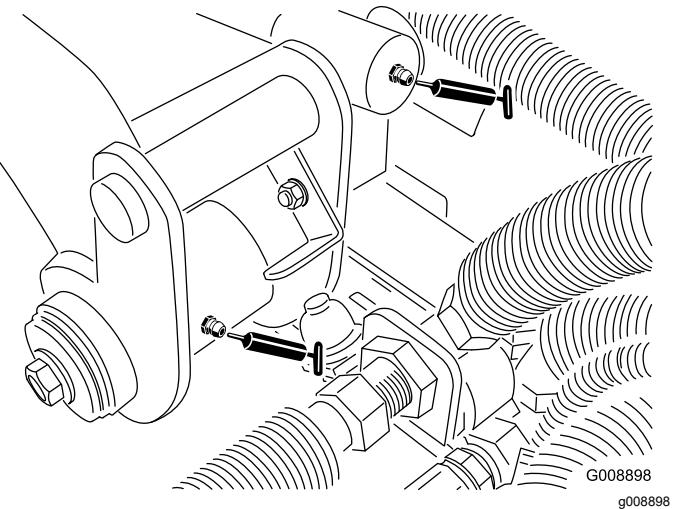

Figure 49
- Pivot de bras de levage arrière et vérin de levage (2) (Figure 49)